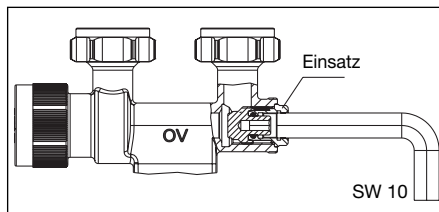

Abb. 7 Entleeren / Füllen
2. Mit dem Sechskantschlüssel SW 10 durch Linksdrehen den Einsatz lockern (max.  $\frac{1}{4}$  Gewindegang) (s. Abb. 7).
3. Entleerungs- und Füllwerkzeug von der Armatur abschrauben und mit Sechskantschlüssel SW 10 den Einsatz max. 10 Nm anziehen (s. Abb. 7).
1. Mit Sechskantschlüssel SW 10 durch Rechtsdrehen des Einsatzes (s. Abb. 7) die Armatur schließen (max. 10 Nm).